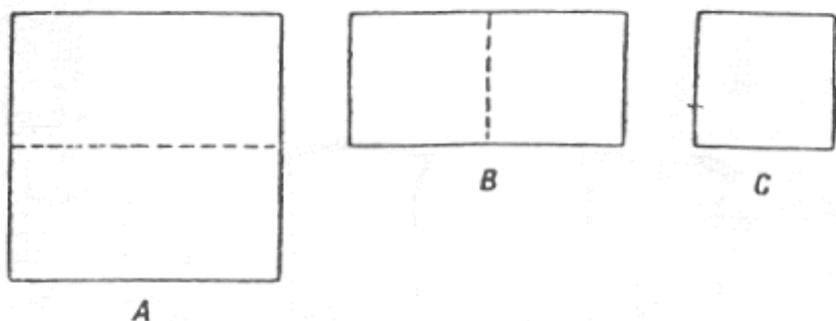

Figura 3.3
4.2 Tomar una hoja de papel filtro y doblarla como se indica en la figura 3.3.
Describa con sus palabras cómo se dobla el papel filtro de acuerdo con la figura 3.3.